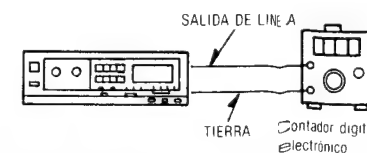

Fig. 7
1. La conexión del equipo de prueba se muestra en Fig. 7.